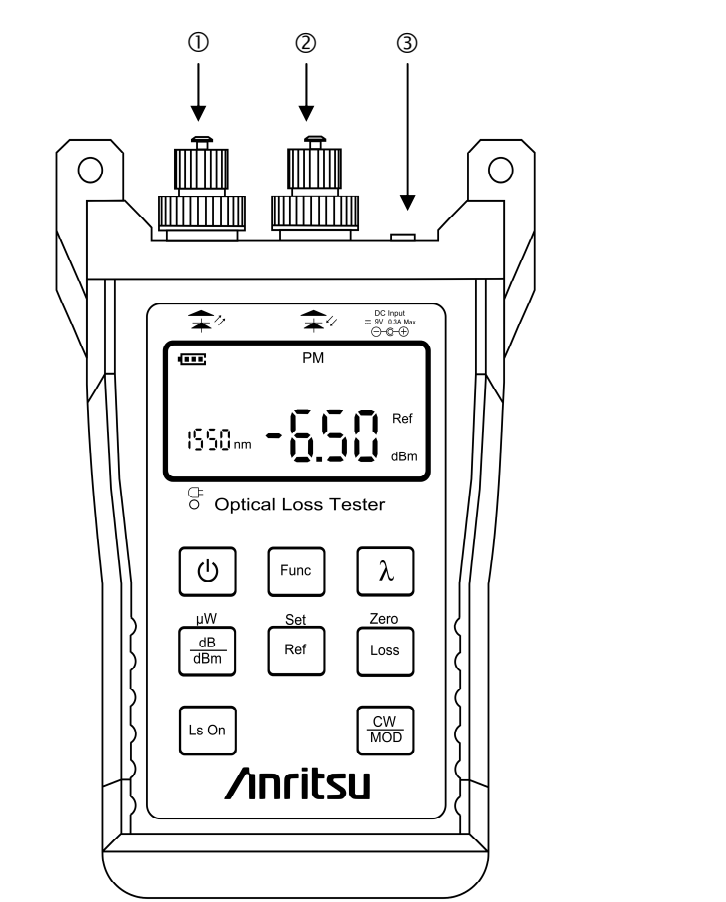

図2 CMA5 シリーズ光ロススタの操作キー
1. 光出力コネクタ(レーザ開口位置) (図 2-①を参照)
- ① 光アウトプットポート(本器には、FC、SC、または ST のコネクタアダプタのうち、1 個標準添付されています。)
2. 光入力コネクタ(レーザ受光位置) (図 2-②を参照)
- ② 光インプットポート(本器には、FC、SC、または ST のコネクタアダプタのうち、1 個標準添付されています。)
3. 外部電源ジャック (図 2-③を参照)